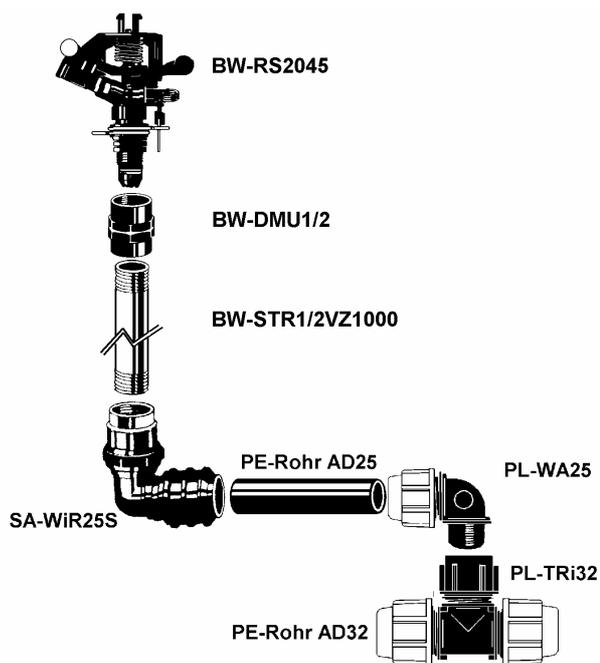

Abb. 12.3
- Das Standrohr mit eingeschraubtem Regner wird lt. Abb.12.3 an die Rohrleitung angeschlossen.